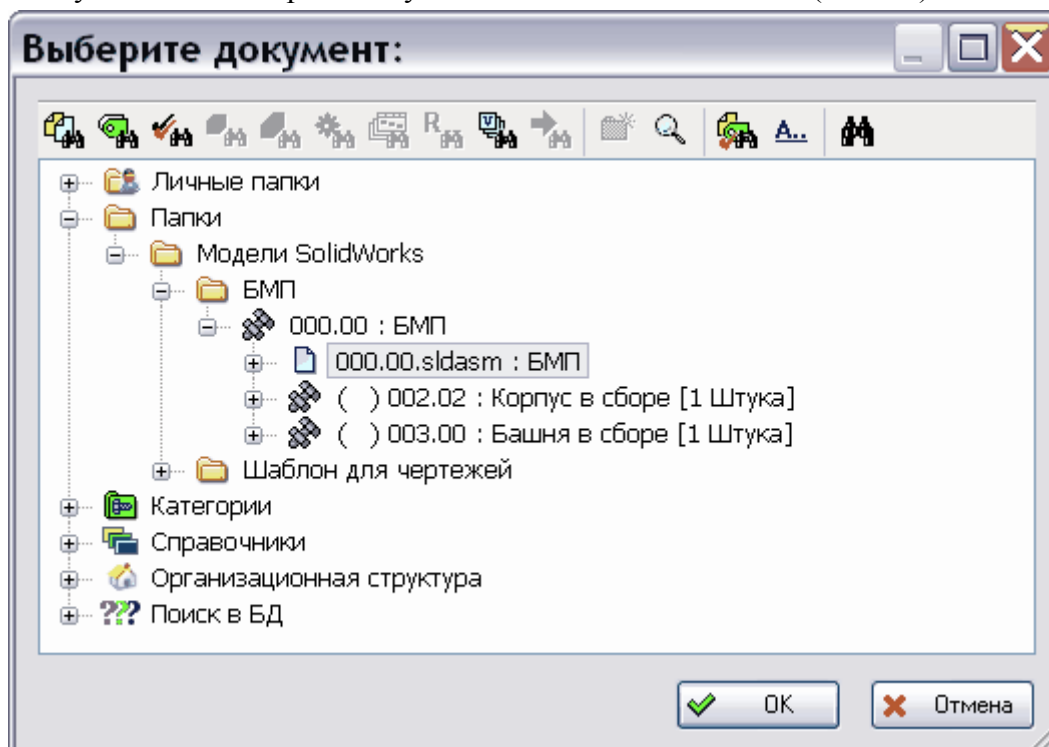

Рис. 70
3. В появившемся окне **Выберите документ** в папке «БМП» раскройте дерево документов и выберите документ– **000.00.sldasm : БМП** (Рис. 70).